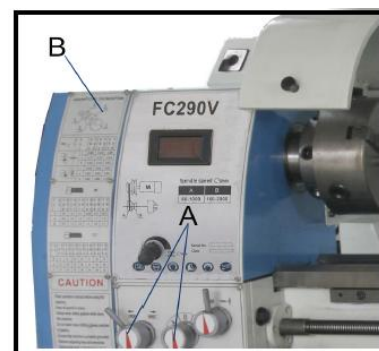

Рис. 22
1. Используйте ручку переключателя (А, Рис. 22) для выбора направления и скорости подачи.
2. Используйте таблицу (В, Рис. 22) на токарном станке для выбора скорости подачи или шага резьбы. Переключите скорость, если не достигается необходимая скорость подачи или шаг резьбы.